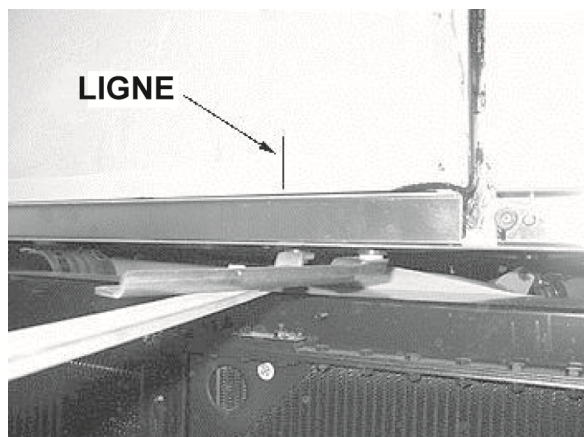

FIGURE 68: LIGNE DE RÉFÉRENCE
2. À l'aide d'un maillet en caoutchouc, ajuster la partie inférieure du bras du pantographe afin d'obtenir 4 ± 1 mm entre le panneau latéral et la porte du compartiment moteur (voir les Figure 68 et Figure 69).